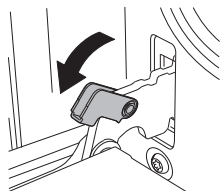

Figura 1
1. Para retirar la puerta, abra la puerta al ángulo máximo. Posteriormente tire de la hebilla situada en el quicio posterior de la puerta. (Figura 1)